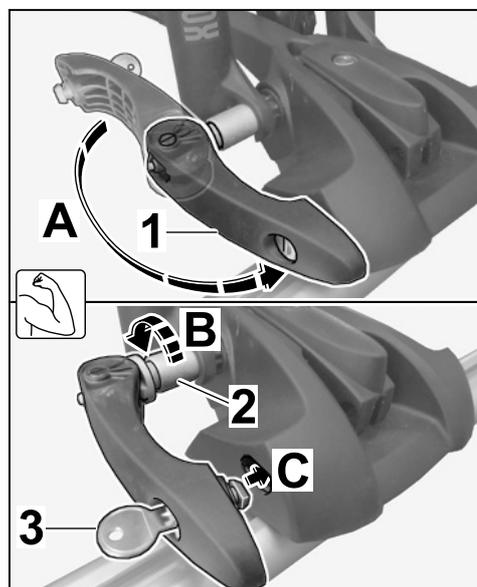

Figura 33
7.3.3 Sollevare con forza la leva di tensione in direzione del supporto per forcella ruota anteriore (⇒ *Figura 33-A*).
Se è richiesto uno sforzo notevole: Allentare la spina elastica di uno o due giri (⇒ *Figura 33-B*). Sollevare con forza la leva di tensione in direzione del supporto per forcella ruota anteriore (⇒ *Figura 33-C*).